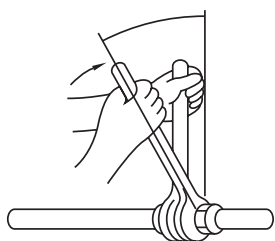

Fig. 5-8
- Nałożyć cienką warstwę oleju chłodniczego na powierzchnię stykową rury (Fig. 5-8).